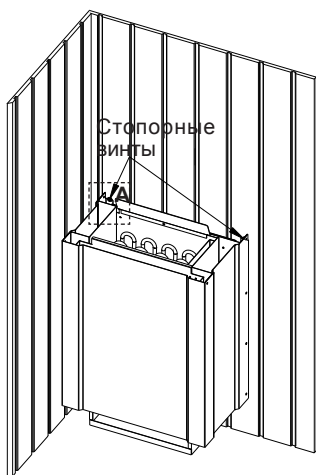

Рис. 4
Рис. 4а
6. Зафиксировать нагреватель сауны на стене 2 винтами через отверстие у заднего края (рис. 4+4а), надеть крышку и привинтить ее 4 винтами.